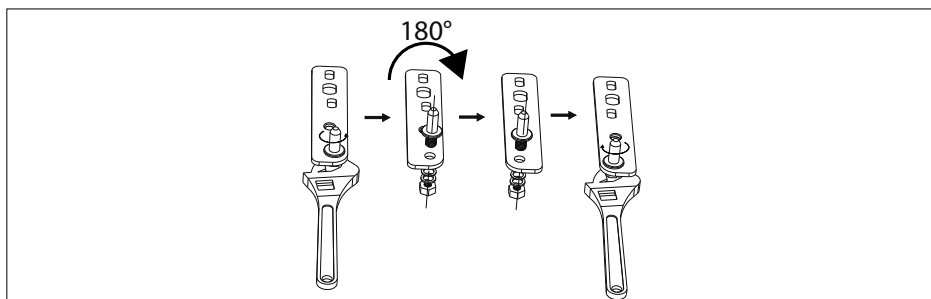

Fig. 7
- ▶ Mettez soigneusement de côté les deux rondelles blanches ainsi que la rondelle de sécurité de la charnière inférieure. Celles-ci seront réutilisées pour l'installation de la porte du réfrigérateur (4).
- ▶ Dévissez le tenon de la charnière inférieure à l'aide d'une clé de 10 mm et maintenez-la avec un tournevis plat pour retirer le tenon (voir **fig. 7**).